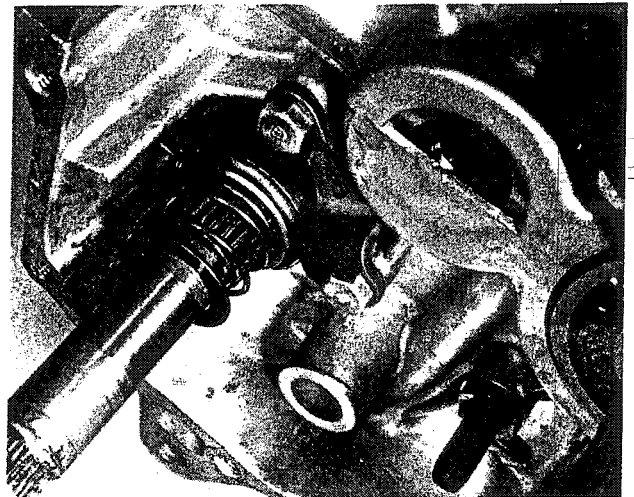
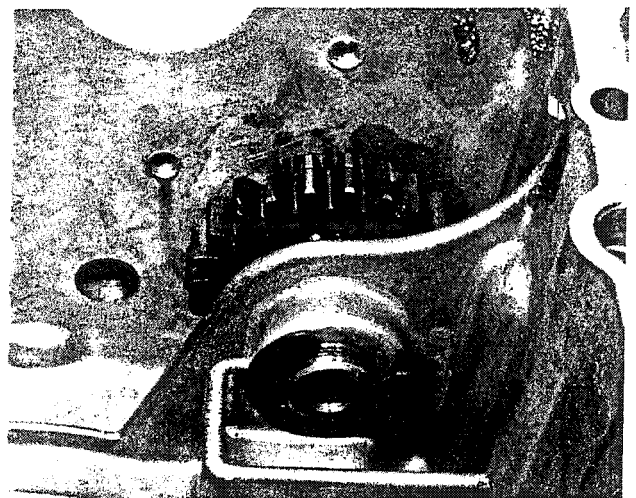

Bild 115
Bild 116
- Das Kickstarterzahnrad mit der glatten Seite zur inneren Gehäuseseite einsetzen (Bild 116). Die dicke Anlaufscheibe zwischen Zahnrad und Lagerauge für die Kickstarterwelle einschieben und die Welle einführen (Bild 115). Die Welle mit der Sicherungsscheibe befestigen (Bild 116). Die übrigen Teile des Kickstarters können jetzt oder auch später wie in Kapitel 2.8.9 beschrieben eingebaut werden.